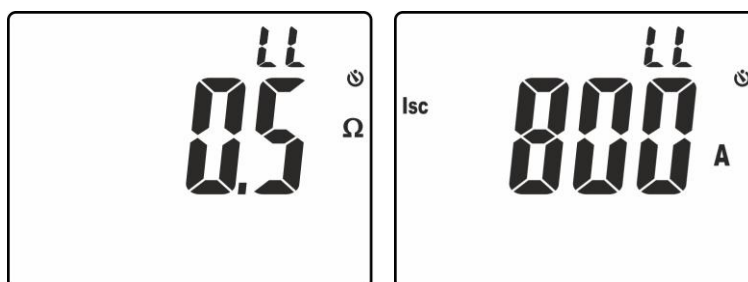

Fig. 28: Resultados de la medida de impedancia Bucle L-L
12. En la pantalla de Fig. 28 – parte izquierda está presente el valor de la impedancia de Bucle L-L. Pulse las teclas $\blacktriangledown/\text{lightbulb}$ o $\blacktriangle$ para visualizar el valor de la presunta corriente de cortocircuito **Isc** (ver § 9.3)